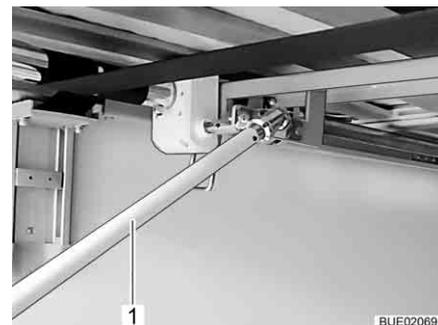

Fig. 120 Manivela en el garaje trasero
- Para subir la cama: girar la manivela (Fig. 120,1) en sentido de las agujas del reloj.
Para bajar la cama: girar la manivela (Fig. 120,1) en sentido contrario a las agujas del reloj.